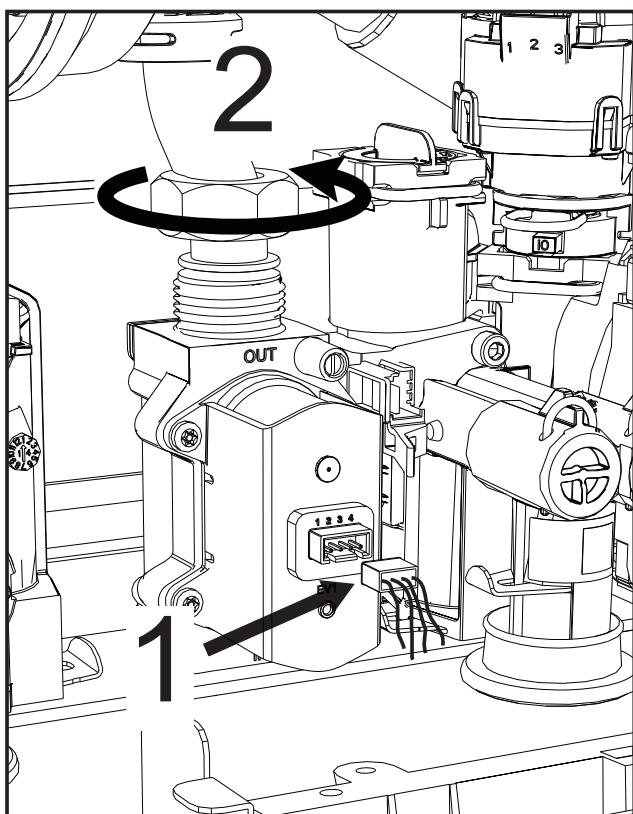

fig. 42
- Koppel de elektrische aansluitingen "1" los (fig. 42).
- Koppel de gastoevoerleiding "2" los (fig. 42)